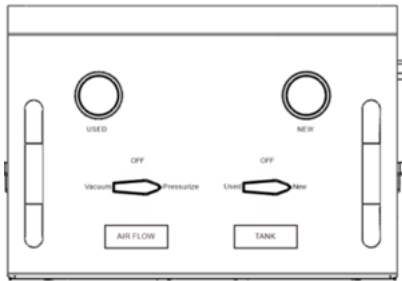

Fig 11.
2. En el panel gire la valvula izquierda "AIR FLOW" a posición "Pressurize", valvula derecha "TANK" a posicion "New" (Fig.11), abra las valvulas en ambas mangueras (Fig.12), y luego abra la valvula de aire taller para iniciar el intercambio de refrigerante (durante el proceso, puede girar la valvula izquierda "AIR FLOW" a "Vacuum" y la valvula derecha "TANK" a "Used" para eliminar las burbujas de aire en el sistema de enfriador);